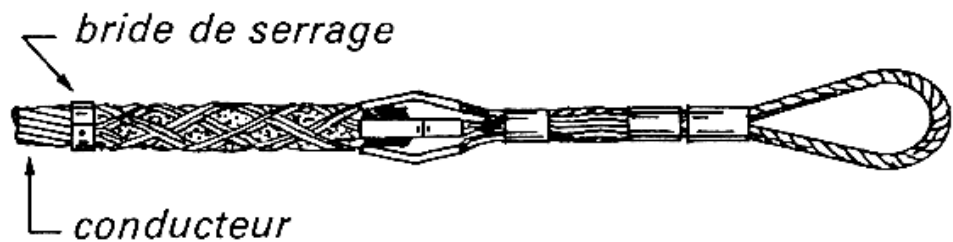

Figure 5.3 – chaussette de tirage
f) **chaussette de tirage** : : (voir figure 5.3)